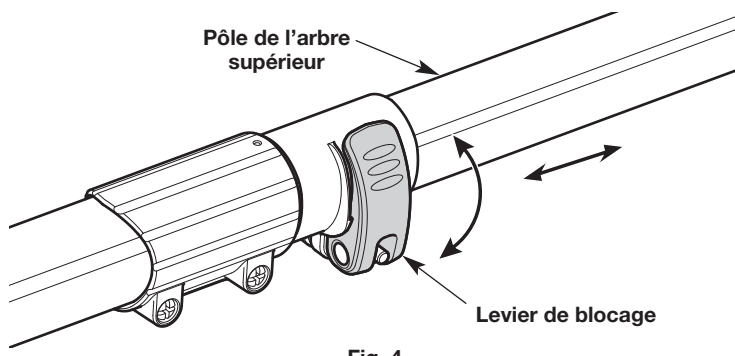

Fig. 4
1. Retourner le levier de serrage (Fig. 4).
2. Faire glisser le pôle de l'arbre supérieur à la longueur désirée (Fig. 4).
3. Retourner le levier de serrage vers le bas pour verrouiller le pôle de l'arbre supérieur en place (Fig. 4).